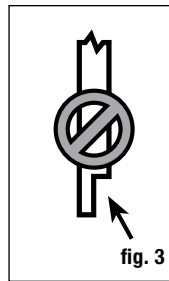

fig. 3
**Paso 2** Instale los postes de barandal antes de instalar las tablas de la terraza. Postes para barandal de 10.2 x 10.2 cm (4x4 pulg.) de cedro o pino tratado a presión, o una montura para postes, ofrecen la fuerza estructural para el barandal. La longitud de cada poste se determina por el total del ancho de la viga (generalmente 18.4 cm (7-1/4 pulg.)) + el grosor de la terraza (2.5 cm (1 pulg.)) + la altura del barandal (91.4 cm (36 pulg.)) + el espacio para el tope del poste (3.2 cm (1-1/4 pulg.)) = 115.5 cm (45-1/2 pulg.). **Importante: No haga muescas en los postes de barandal de 10.2 x 10.2 cm (4x4 pulg.). Las muescas reducirán la fuerza del poste y podrían causar el colapso o falla del barandal (fig. 3).** Utilice soportes de postes estructurales para la instalación en hormigón.
**Importante: No haga muescas en los postes de barandal de 10.2 x 10.2 cm (4x4 pulg.). Las muescas reducirán la fuerza del poste y podrían causar el colapso o falla del barandal (fig. 3).** Use montajes de postes estructurales para instalaciones en concreto.